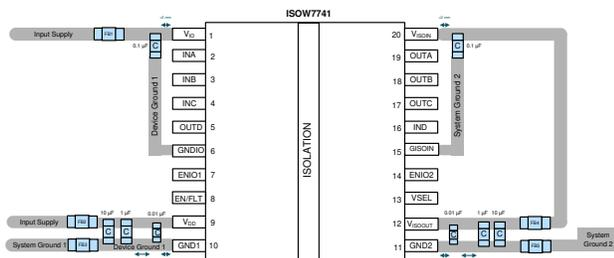

図 3. PCB ISOW7741 レイアウトの例
**重要:** これらのコンデンサはすべて ISOW7741 デバイスと同じ PCB 層に配置してください。図 3 に、推奨されるデカップリング・コンデンサの配置を示した PCB レイアウトの例を示します。
フェライト・ビーズ (FB) は、同相電流ループによる放射エミッションを最小限に抑えるために不可欠です。図 3 に示すように、ISOW7741 の DC/DC コンバータとシステムの他の部分との間に FB を挿入することで、大きな同相電流ループのパスを切断し、短い電流ループのみが形成されるように制限できます。パスにこのような FB を追加することにより、特定の周波数が大幅に減衰され、スイッチング・ノイズが遮断されます。これらの FB は、スイッチング周波数とその高調波周波数で最高のインピーダンス (1k $\Omega$  超) を実現するように選択します。